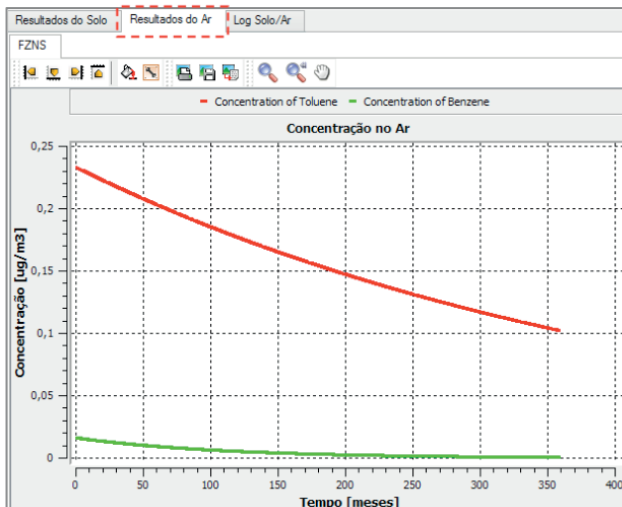

Figura 2.184 Exemplificação Resultados do ar.
- **Resultados do Ar:** gráfico com as concentrações das substâncias químicas no ar ao longo do tempo resultante do processo de volatilização, calculadas pelo modelo de caixa (*Box Model*) (Figura 2.184).